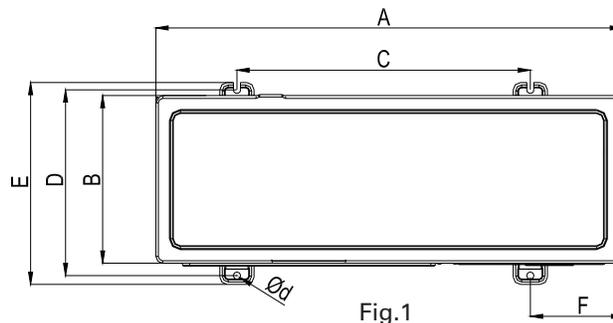

Fig.1
2. Al fijar la unidad exterior con los pernos de cimentación, la posición de los orificios de fijación se muestra en la Fig. 1.